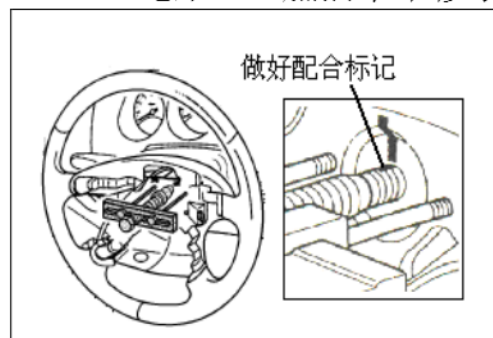

图 2-5
- ③ 在转向盘总成和转向管柱及万向节总成上做好配合标记。如图 2-5 所示。
- ④ 使用专用工具，拆下转向盘总成。